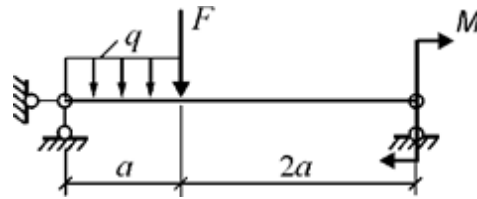

Рис. 1. Схема балки
*Примечание:* Данные для решения задачи взять в табл. 1, на рис. 1.